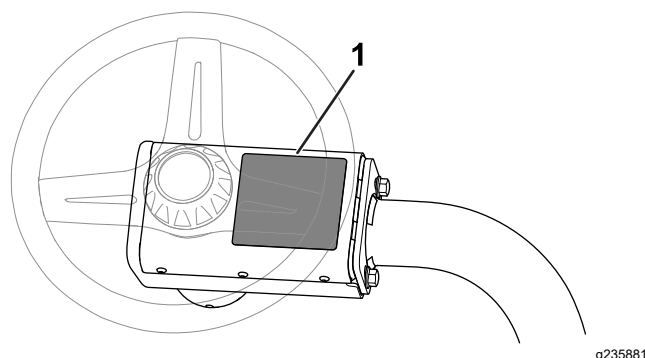

図 13
- CE 警告ステッカーP/N 136-8505を、既存の警告ステッカーP/N 136-8506の上から貼り付ける図 13を参照。